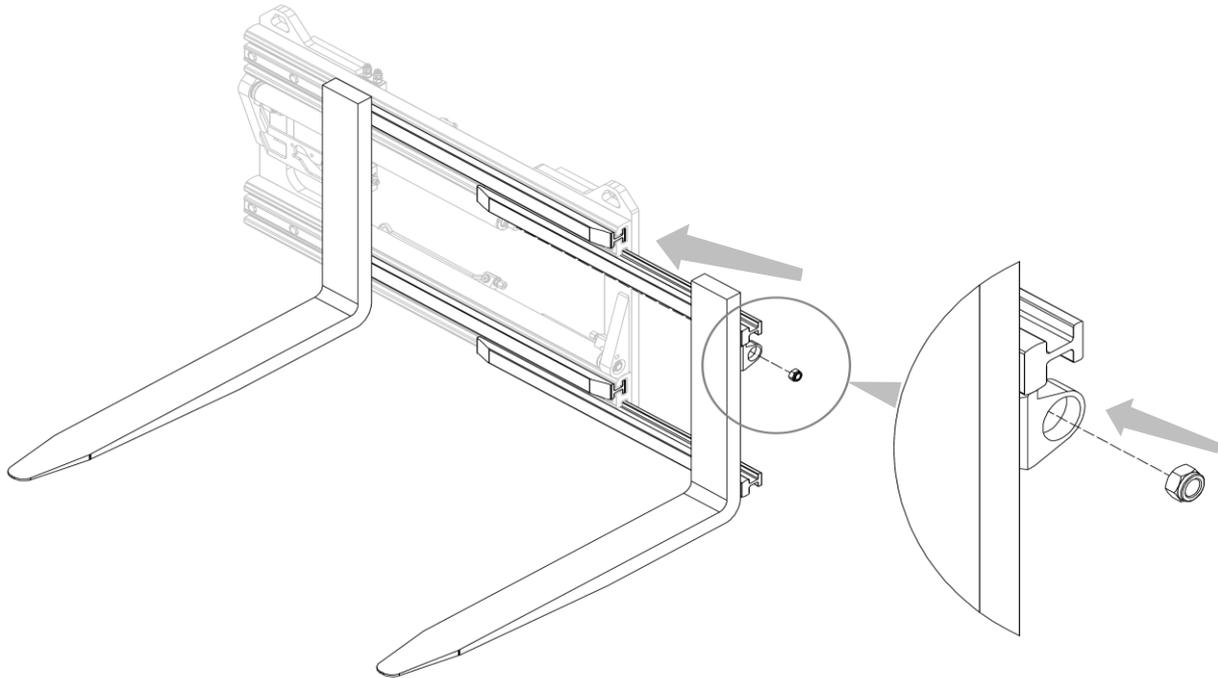

Abbildung 13
2. Setzen Sie die Gabelzinken mit angeschweißten Gleitprofilen in die vorgesehenen Sitze ein und befestigen Sie sie mit den entsprechenden Muttern an den Zylindern (siehe *Abbildung 13*).